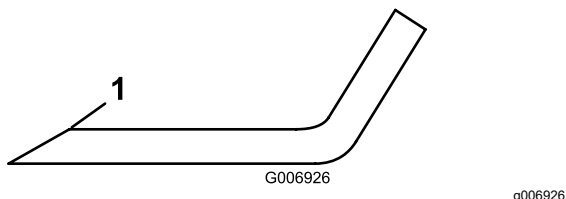

Bild 76
4. Untersuchen Sie die Schnittkanten aller Messer. Wenn sie stumpf sind oder Kerben aufweisen, schärfen Sie nur die Oberseite der Schnittkanten und behalten dabei den ursprünglichen Schnittwinkel bei, um die Schärfe zu gewährleisten (Bild 76).